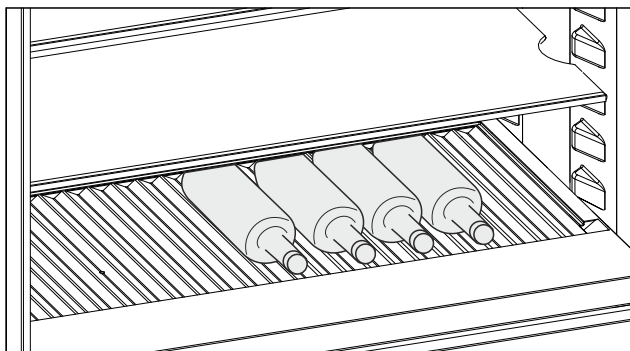

Fig. 207 Príkladné zobrazenie
- Fľaše vkladajte dnom dozadu k zadnej stene. (pozri Fig. 207)